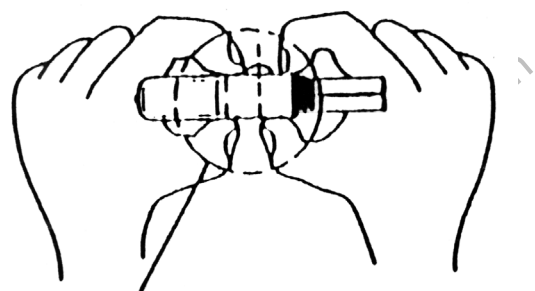

Figura 4-44. Método do ponto de apoio
1. Apalpe a bomba de controlo, localize o botão de desativação e coloque o indicador por cima (no local da tubagem). **(Figura 4-44)**